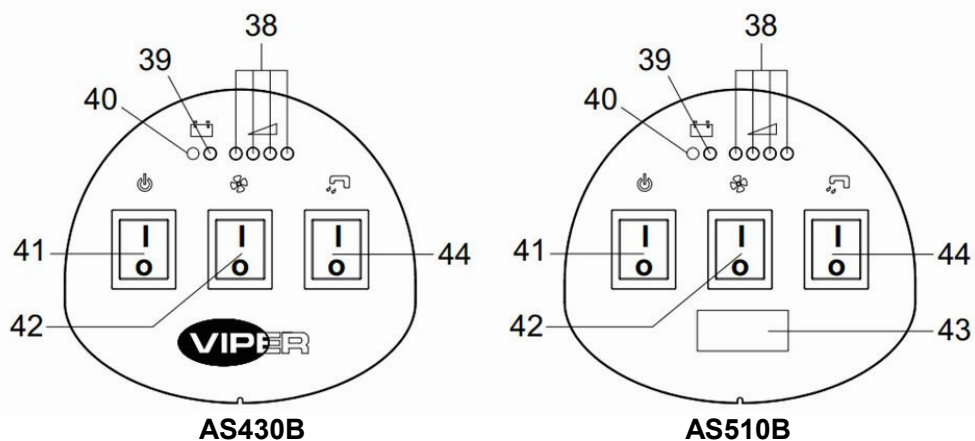

Figura 2
**PANNELLO DI CONTROLLO (Figura 2)**